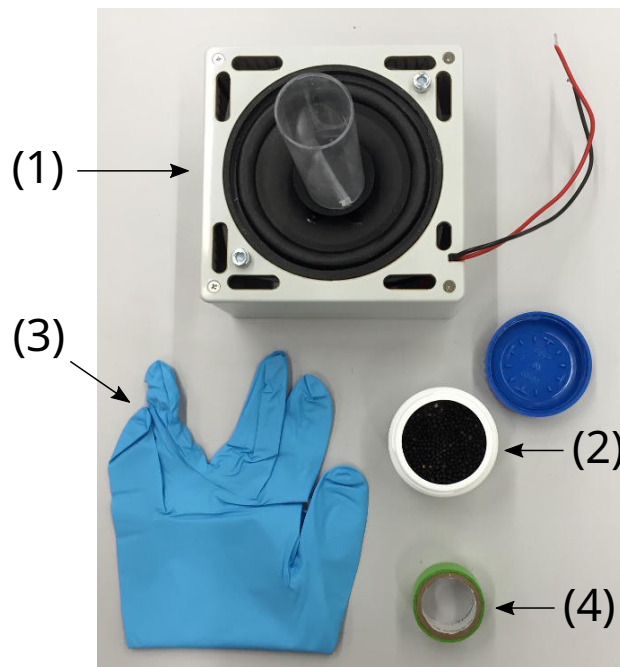

Figura 2. Material adicional para esse experimento.
- A amplitude do sinal de dente de serra pode ser ajustada através do potenciômetro *speaker amplitude* à direita, chamado amplitude dos alto-falantes (4). Uma tensão DC proporcional à amplitude do sinal de saída *speaker amplitude* é obtido no monitor de amplitude do alto-falante *socket* (6), e o terminal terra *GND socket* (7) é proporcional à amplitude do sinal fornecido ao alto-falante. Os números indicados se referem a figura 2 mostrada nas instruções gerais.